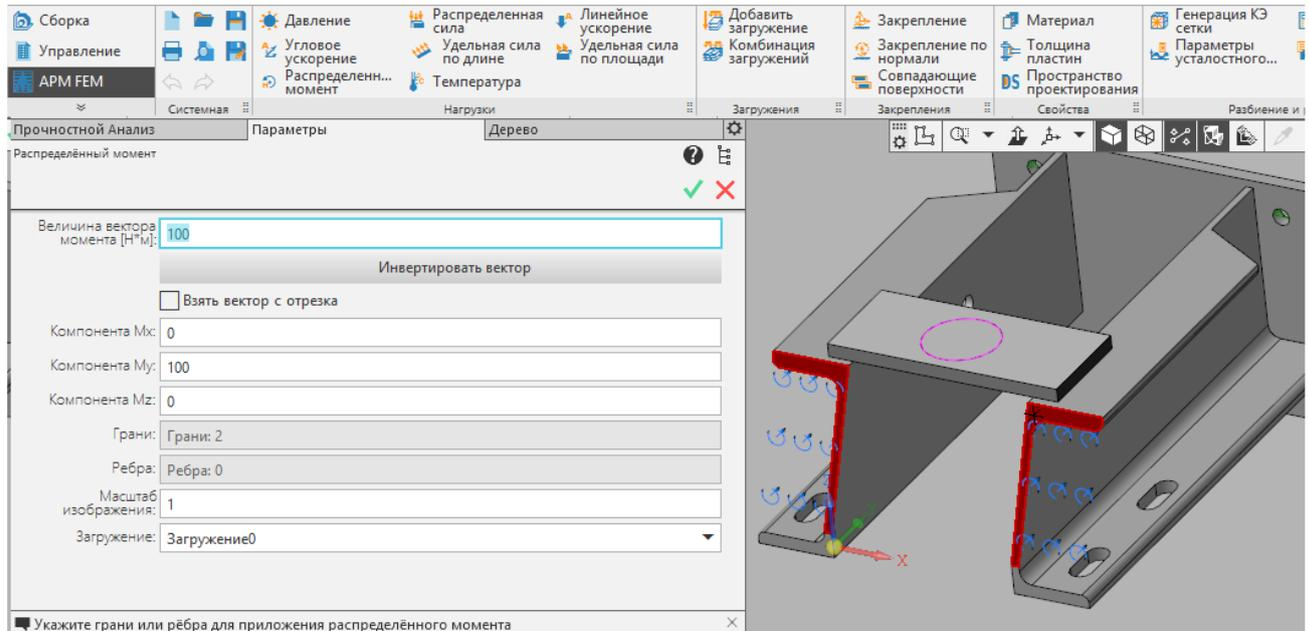

Рис. 3.11. Задание распределенного момента к поверхностям (рёбрам)
**Распределенный момент** - выбрав данную команду, Вы сможете приложить равномерный момент *по площади* к поверхности(ям) трехмерной модели, либо по длине к ребру(ам) (Рис. 3.11). Одновременно, в рамках одной команды, приложить распределенный момент и к грани, и к ребру нельзя. Задание данной нагрузки аналогично заданию элементарных сил, создающих заданный по величине момент вокруг центра масс выбранных поверхностей или ребер.